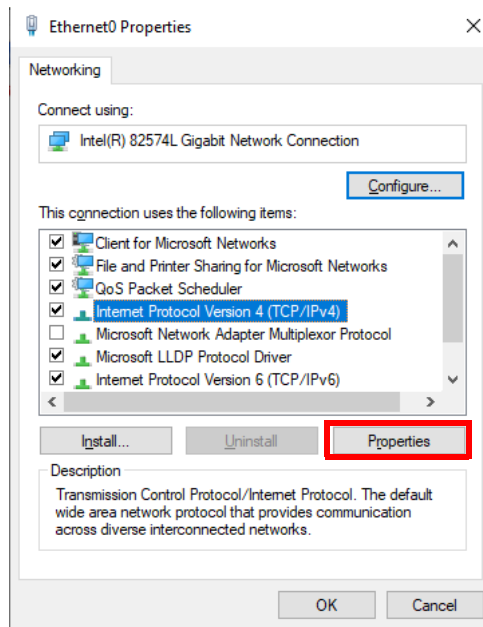

Abbildung 7-1 Ethernet Properties Dialogfeld
- b) Doppelklicken Sie auf die **TCP/IPv4** Einstellungen (Abbildung 7-1 auf Seite 76).
(Konfigurieren) [Abbildung 7-1 auf Seite 76] und gehen Sie dann zur **Advanced** (Erweitert) Registerkarte.